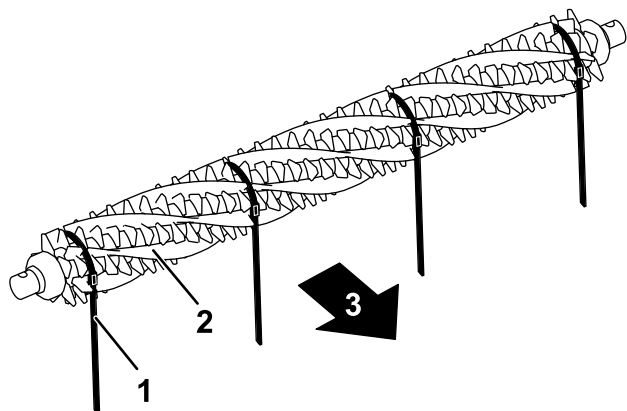

図 18
3. グルーマリールの一方の側からブラシを差し入れ、グルーマリールの各溝にブラシが入るようにセットする 図 18。
重要 ストラップは、主に利用する回転方向に合わせて巻き付けてください。図 18 は、主に前転で使用する場合の巻き付け方向です。